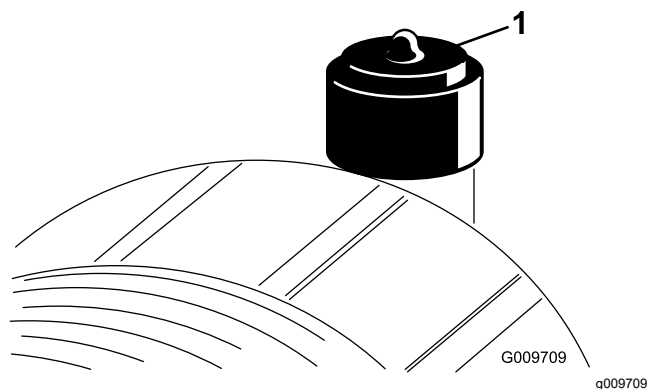

Figura 55
Faça a manutenção do elemento do filtro de ar apenas quando o indicador de restrição (Figura 55) o exigir. Mudar o elemento do filtro de ar antes de ser necessário aumenta a possibilidade de entrar sujeidade no motor quando se retira o elemento.
2. Reinicie o indicador de restrição (Figura 55) se este se apresentar vermelho.